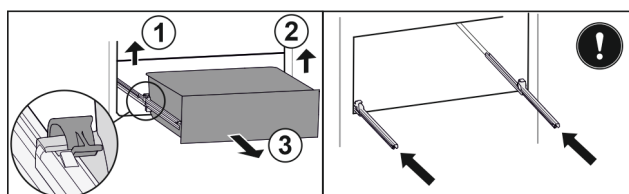

Fig. 80
- Soulever la bride gauche et tirer dans le même temps la partie gauche du tiroir vers l'avant. Fig. 80 (1)
- Soulever la bride droite et tirer dans le même temps la partie droite du tiroir vers l'avant. Fig. 80 (2)
- Retirer le tiroir par l'avant. Fig. 80 (3)